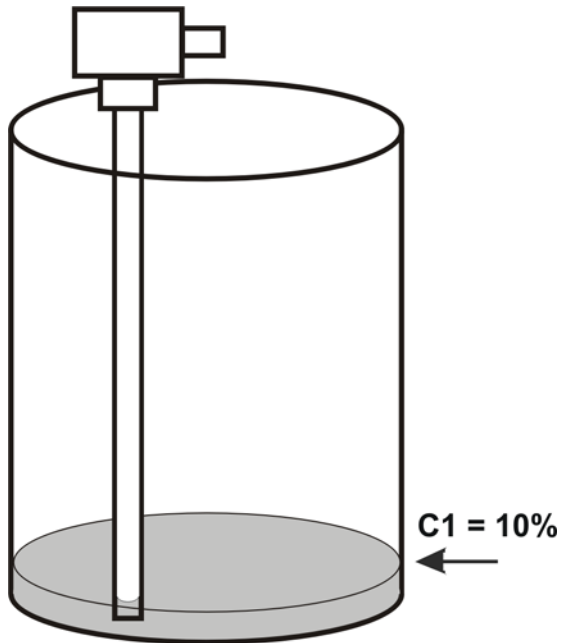

Рисунок 5
1) опорожнить резервуар до уровня не более 10% (рисунок 5). Измерить каким-либо способом уровень контролируемой среды. Записать полученное значение в регистры 144 – 145 (значение калибровочной точки С1). Значение уровня может быть как в абсолютных, так и в относительных единицах измерения. Установить бит 5 регистра управления. Прибором будет произведен замер текущего уровня и присвоено данному уровню значение калибровочной точки С1. Замер производится в течение одной секунды;